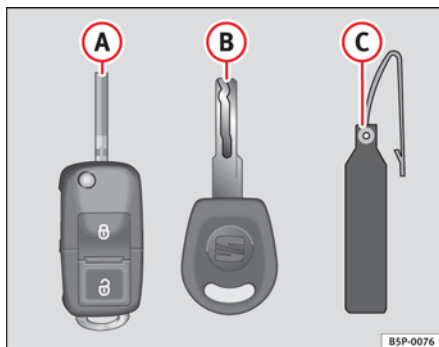

Fig. 58 Juego de llaves
- una llave con mando a distancia ⇒ fig. 58 (A) con espadín desplegable,
- una llave sin mando, (B),
- un llavero de plástico (C) con el número de la llave.
Sólo es posible hacer duplicados con el número de la llave del llavero de plástico ⇒ fig. 58 (B). Por este motivo: